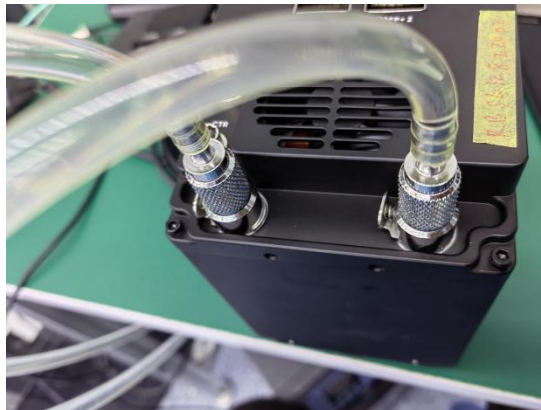

图 3-33
- 1) 将下图两个水冷头保护盖取下，如图 3-32 和图 3-33 所示；